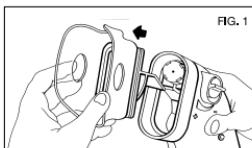

FIG. 1
1. Scegliete un posto in cui si possa effettuare l'operazione con comodità. Togliete la maschera respiratoria dell'apparecchio (FIG. 1).